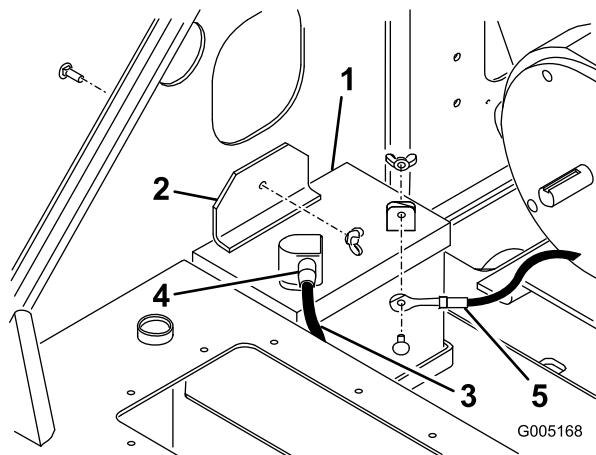

Рисунок 30
3. Удалите барашковую гайку и болт крепления зажима и планки (под зажимом) аккумуляторной батареи и снимите зажим и планку (Рисунок 30).
8. Установите аккумулятор в ходовую часть (Рисунок 30).
9. Закрепите аккумулятор в ходовой части (Рисунок 30).
10. Используя болт и барашковую гайку, входящие в комплект аккумулятора, подсоедините положительный (красный) кабель к положительному (+) штырю аккумулятора (**Рисунок 30**). Наденьте на штырь аккумулятора резиновую крышку.
11. Используя болт и барашковую гайку, входящие в комплект аккумулятора, подсоедините отрицательный (черный) кабель к отрицательному (-) штырю аккумулятора (**Рисунок 30**).